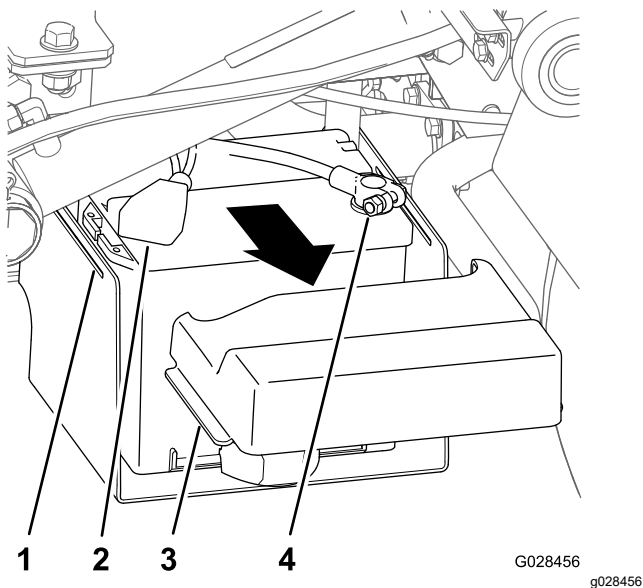

Figure 15
1. Appuyez de chaque côté du couvercle de la batterie pour dégager les languettes des fentes dans la base de la batterie, et déposez le couvercle de la base (Figure 15).
- Repoussez le capuchon et débranchez la borne négative de la batterie (Figure 15).
- Débranchez la cosse positive de la batterie (Figure 15).